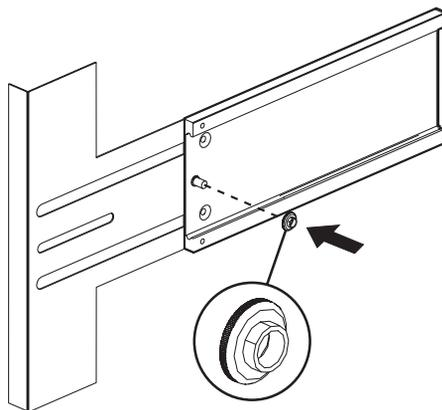

FIGURA 1-7 Colocación de los anillos
2. Coloque un anillo en cada una de las bornas con el lado saliente orientado hacia el riel y apriételo con las manos (FIGURA 1-7).